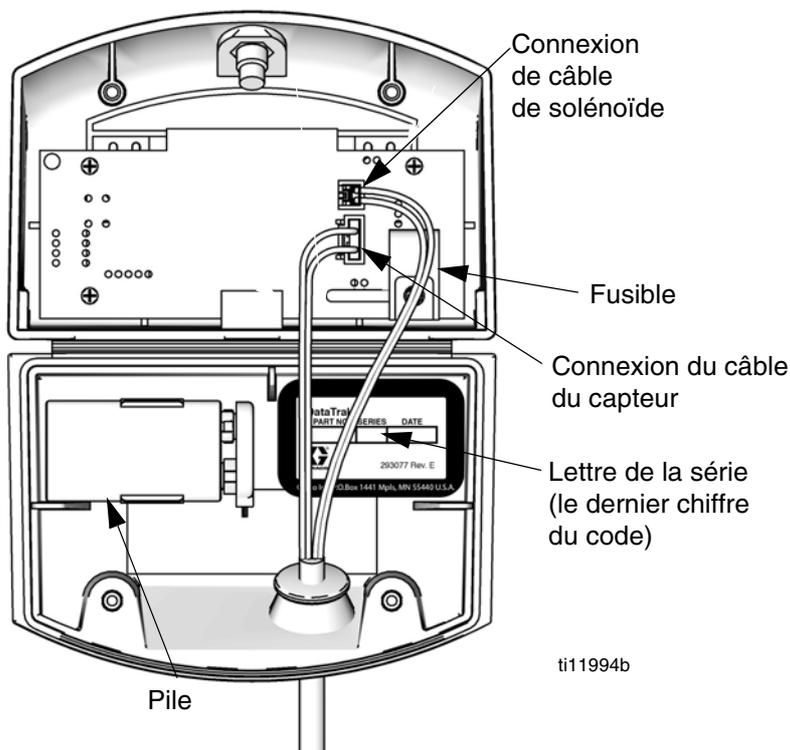

Fig. 4. Emplacement de la pile et du fusible de DataTrak
4. Déconnectez la pile usagée et remplacez-la par une autre approuvée. Consultez la FIG. 4.
* La FIG. 4 indique où trouver la lettre de la série.